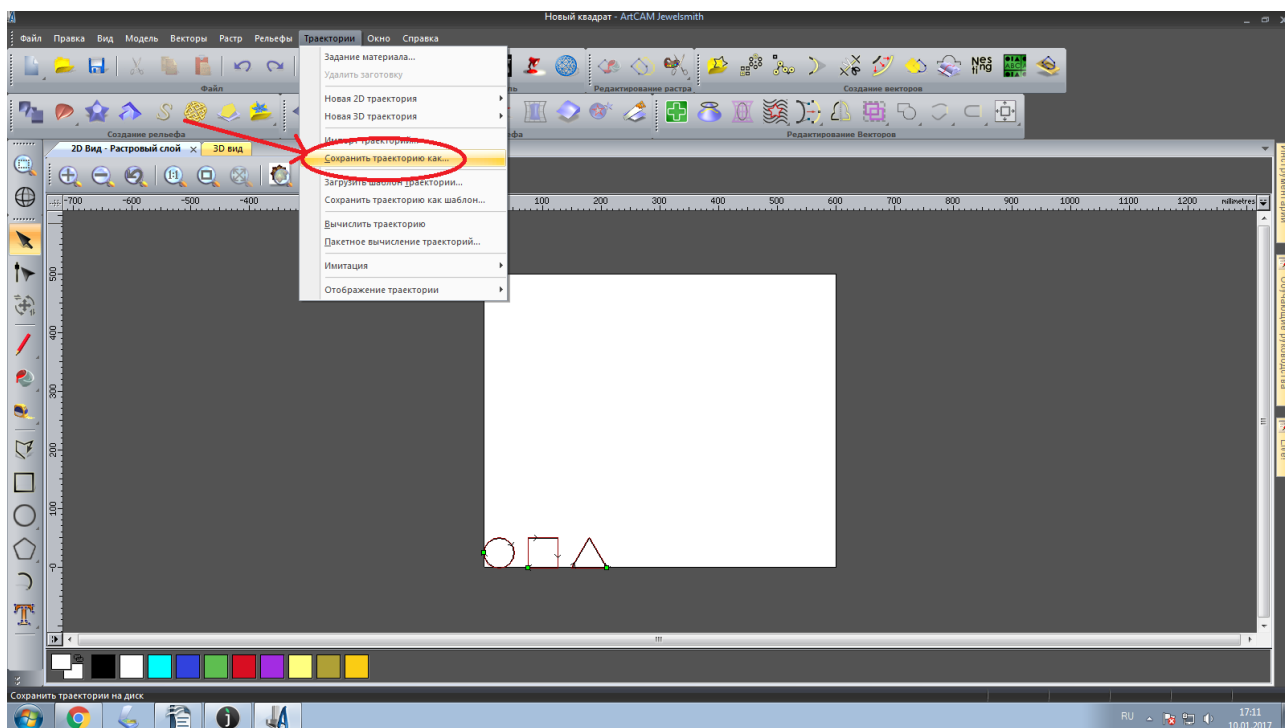

Рисунок 47. Сохранение траектории
49. Затем на кнопку «Сохранить траекторию как», рисунок 47